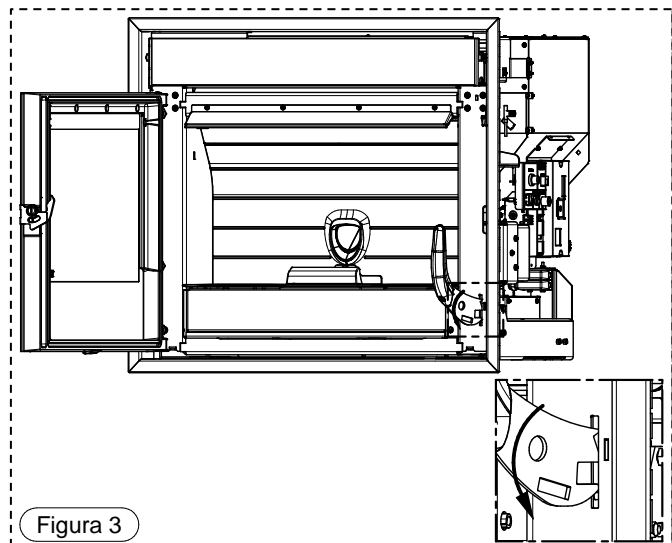

Figura 3
- 2) Riposizionare l'inserto sopra la base fissa (Figura 3).